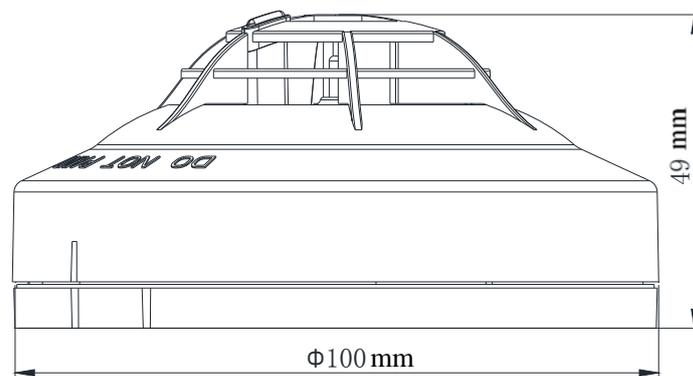
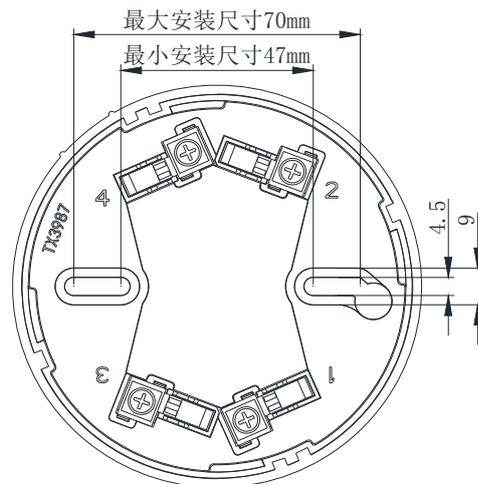

图 1：JTW-ZOF-TX3111A 外形尺寸
图 2: TX3987 底座安装尺寸
1. 探测器的外形尺寸及安装尺寸示意图如图 1、图 2 所示